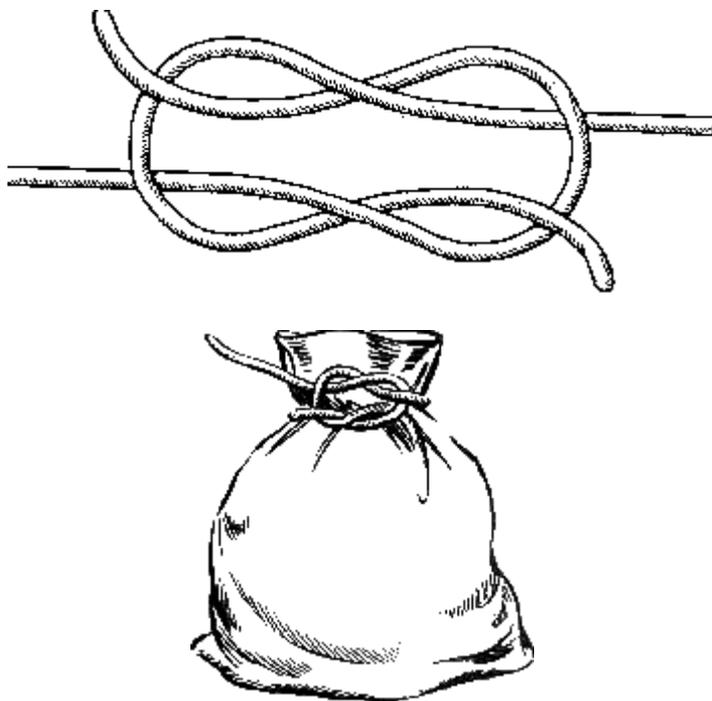

Рис. 24. «Тещин узел»
**“Тещин” узел** (рис. 24). Удивительно, но факт. Некоторые люди, связывая две веревки вместе, каким-то образом умудряются завязать так называемый “тещин” узел, в чем-то напоминающий бабий. Если у последнего ходовые концы выходят из узла с одной стороны, то у тещинного узла они выходят с разных сторон по диагонали.